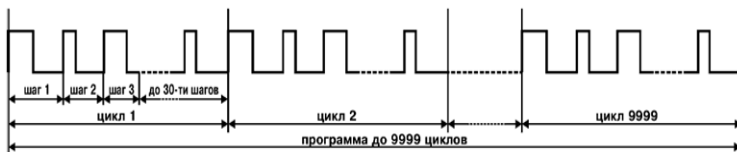

Рисунок 3.2
3.1.2.1 Два независимых таймера прибора выполняют свою программу, состоящую в выдаче на соответствующее выходное устройство повторяющейся заданное количество раз последовательности импульсов произвольной длительности, называемой циклом (рисунок 3.2).